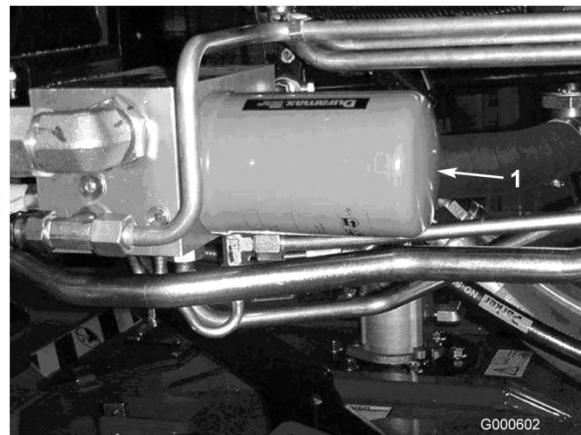

Figura 55
2. Limpie la zona de montaje del filtro. Coloque un recipiente debajo del filtro y retire el filtro (Figura 54 y Figura 55).